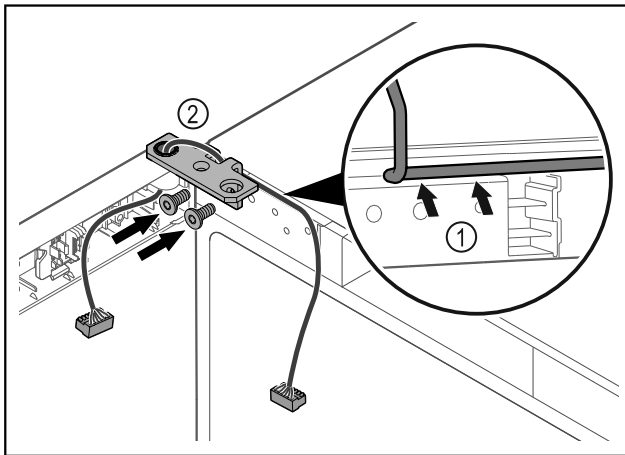

Fig. 44
- ▶ 将电缆穿过合页角铁的缺口并小心铺设 Fig. 44 (1)。
- ▶ 拧上合页角铁 Fig. 44 (2)。